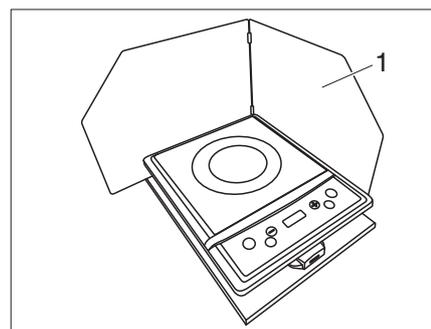

Fig. 31 Montaggio della protezione antispruzzo
- Afferrare la protezione antispruzzo (Fig. 31,1) e posizionarla.